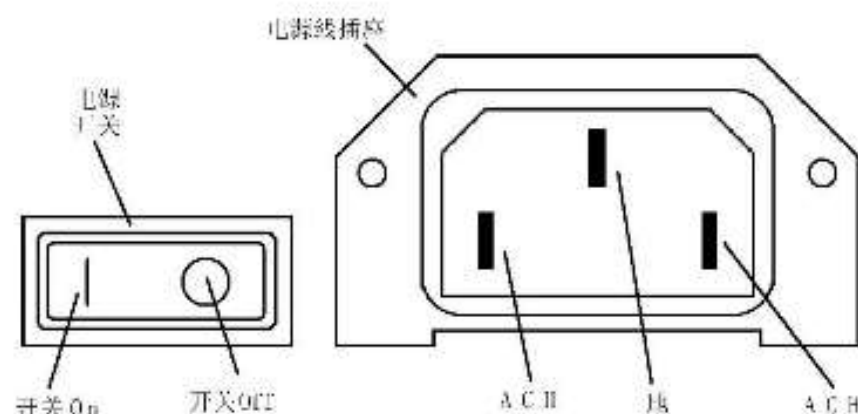

图2 电源开关和电源线插座
i. 从机器右面的电源线插座中拔下电源线（图2）。
ii. 将1根表棒按至地脚（图2）。
c. 黑表棒接地脚(图2)。